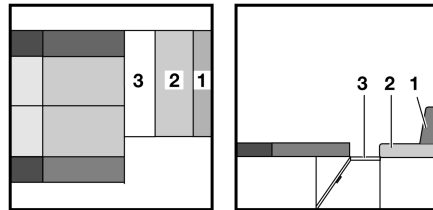

Bild 98 Während des Umbaus
- Das Rückenpolster (Bild 98,1) abnehmen und beiseite legen.
- Lattenrost (Bild 98,3) ausziehen.